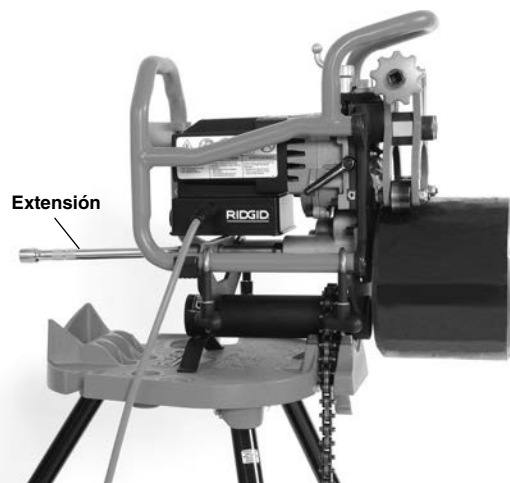

Figura 10 – Biseladora fija, con un tubo que mide menos de 12 pulg. de largo y pesa menos de 50 libras
- Monte la extensión de 10 pulg. de largo y ½ pulg. de diámetro en el eje de funcionamiento de la biseladora (vea la *Figura 10*).
apoyar el tubo. El tubo se coloca directamente sobre el rodillo de mando y se fija con los rodillos guía (*Figura 10*).